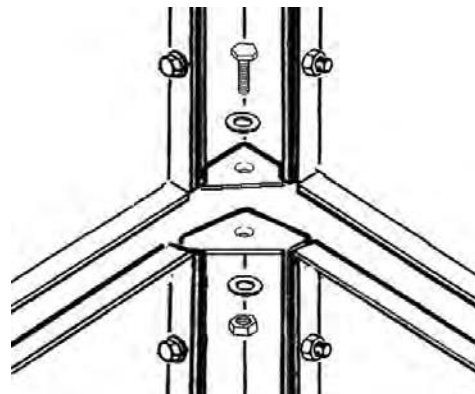

Fig. 4
b) Monte la máquina en la base (Fig. 4)